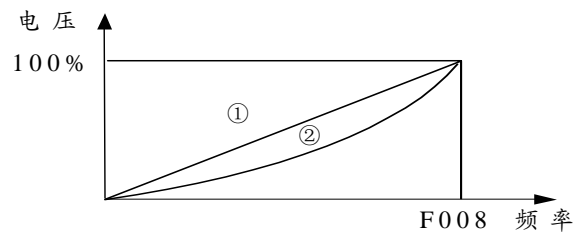

图 6-10 自动节能运行
设定变频器的自动节能模式, F115=1 时, 随着负载的变小 (即电机处于轻载运行时), 变频器通过检测负载电流, 适当调整输出电压, 达到节能运行的目的。此功能对风机、泵类、平方转矩负载的节能效果非常明显, 但不适用于负载变动频繁或运转中已接近满载运行的电机。图 6-10 中①V/F 恒定, ②节能运行。